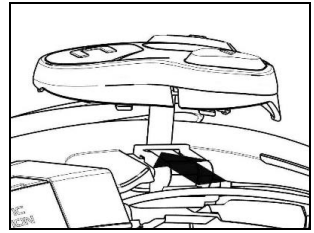

Fig. 20
- Pasar el cable dentro del casco y encajar el cierre de fijación de la izquierda en su alojamiento (Fig. 20).